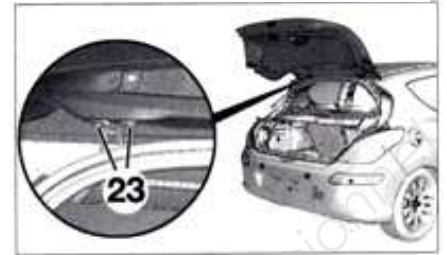

Fig. 177
- Déposer les vis de fixation (23) (Fig. 177)